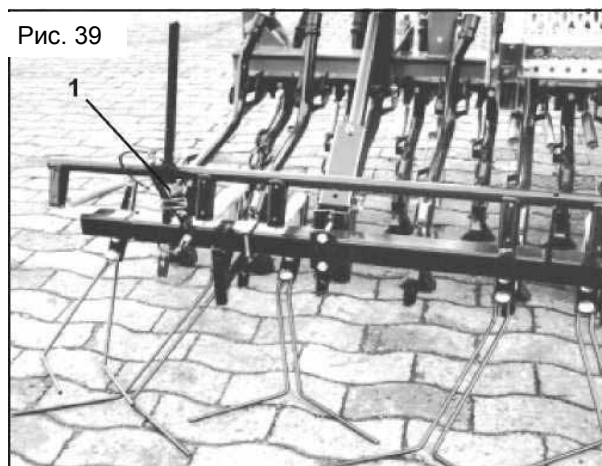

Рис. 39
**Улучшенная послепосевная борона** (рис. 39):